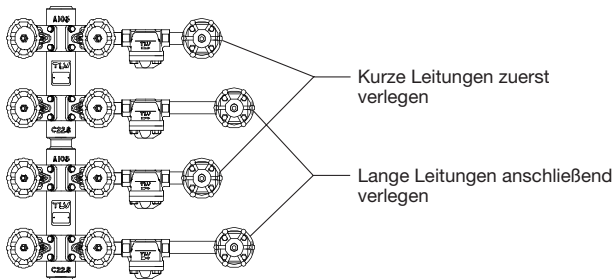

Abbildung 2
**Anmerkung für geschraubte Verbindungen:** Bei der Installation von Entwässerungseinheiten und Ventilsätzen mit Schraubverbindungen kann es zu beengten Platzverhältnissen kommen. Zur Vermeidung von Problemen, z. B. Handräder, die an oberhalb oder unterhalb angebaute Produkte anstoßen, wird empfohlen, jede zweite Rohrleitung einer Reihe etwas zu verkürzen. Zuerst alle kurzen Leitungen verlegen, dann längere (siehe Abb. 2). Bei Schweißmuffen-Anschluss ist dies nicht erforderlich.